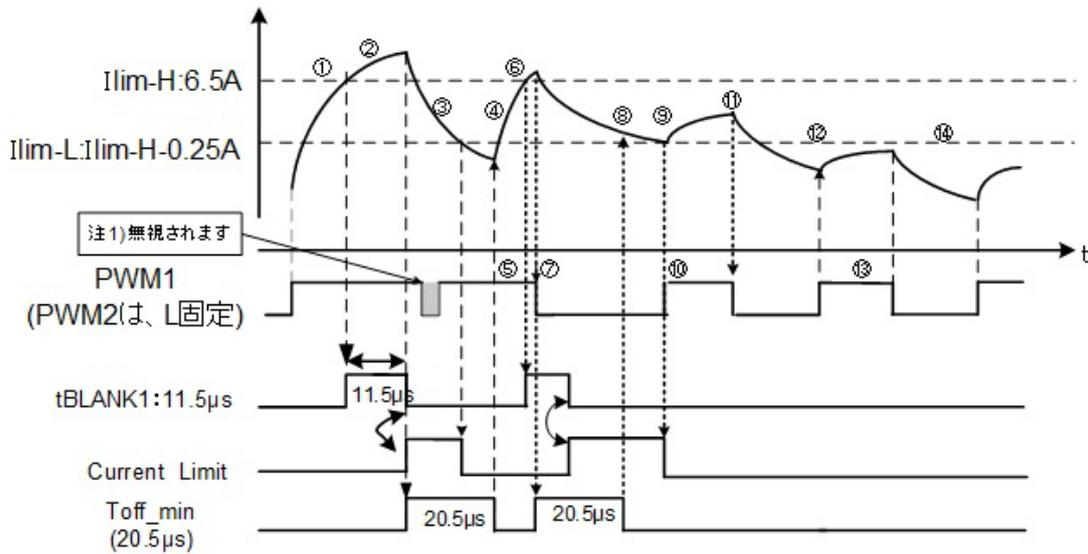

図 7.14 チョップパ型電流リミット制御
7.7.1. チョップパ型電流リミット制御(基本動作) 図 7.14
- ① $I_{lim-H}(6.5A)$ で電流を検出します。
- ② 検出後 Blanking カウンターがカウント開始。 $(t_{BLANK1} : 11.5\mu s)$ 時間後、電流値が I_{lim-H} ($6.5A$)以上電流が流れているため、 t_{BLANK1} の立ち下がりエッジで Current Limit 信号が立ち上がります。
- ③ Blanking 後、モーター駆動出力を自動的にショートブレーキモード(下側同時 ON)にすることで電流の回生を行います。また、同時に $Toff_min$ が”H”に上がりカウントスタート
- ④ $Toff_min(20.5\mu s)$ 後、 I_{lim-L} を下回っている場合、通常モード(正転)に復帰します。
- ⑤ PWM1 が”H”になっているため、モーター駆動電流が増加します。
7.7.2. 正転時 PWM 信号が入力された場合 1 (図 7.14)
- ⑥ $Toff_min$ の立ち下がり後モーター動作復帰後、再度電流が $I_{lim-H}(6.5A)$ で電流を検出します $t_{BLANK1}(11.5\mu s)$ カウンター開始。
- ⑦ Blanking 中 PWM1=L になった場合、ショートブレーキ(下側同時 ON)となり、電流が回生を行います。
- ⑧ $Toff_min(20.5\mu s)$ 後の電流値が、 I_{lim-L} 以上のためショートブレーキを継続。
- ⑨ I_{lim-L} を検知したため、Current Limit が”L”となり、通常モードへ復帰します。
- ⑩ PWM が”H”を継続しているため、モーター駆動電流が増加します。
7.7.3. 正転時 PWM 信号が入力された場合 2 (図 7.14)
- ⑪ PWM1 の立ち下がり後ショートブレーキモードへ移行します。
- ⑫ PWM1=Hi 信号により、通常モードへ復帰します。
- ⑬ PWM1 が”H”を継続しているため、モーター駆動電流が増加します。
- ⑭ PWM1=Lo 信号により、ショートブレーキモードの動作になりモーター駆動電流が減少します。